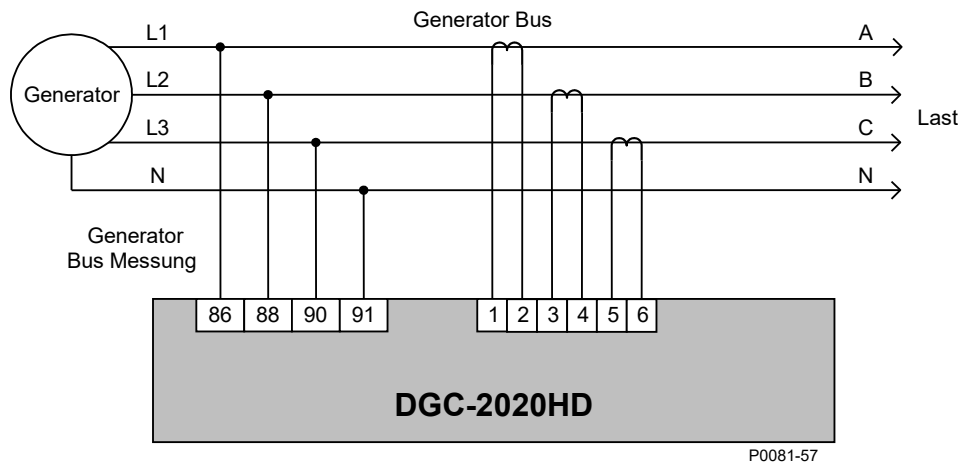

Abbildung 3-6. Anschlüsse für keine Unterbrechersteuerung
- Keine UnterbrechersteuerungAbbildung 3-6